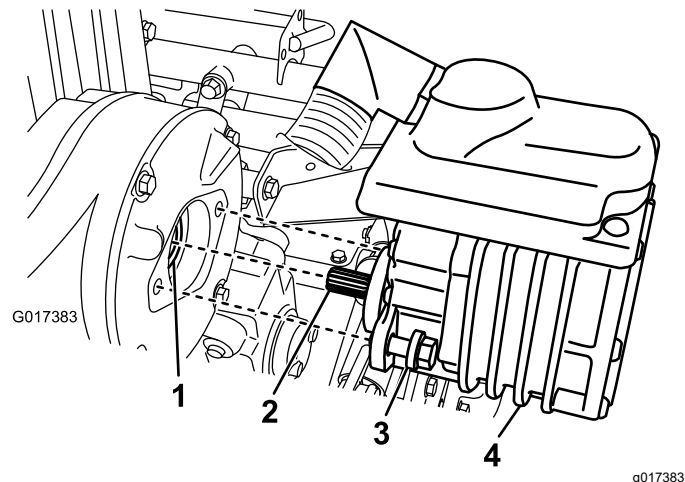

Figura 35
2. Retire os dois parafusos que fixam o motor à caixa de transmissão (Figura 35).
4. Adicione uma ou duas bombas de massa lubrificante de uma pistola de lubrificação no acoplador fêmea na caixa de transmissão (Figura 35).